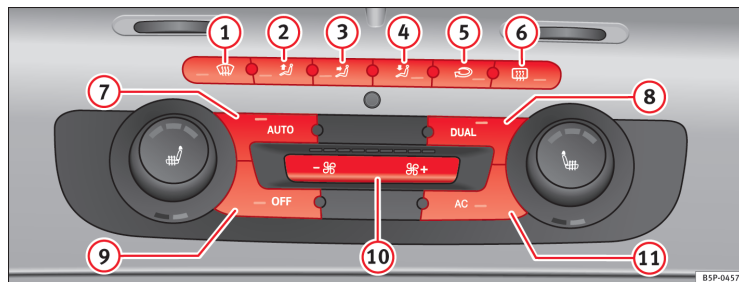

Fig. 110 I instrumentpanelet: betjeningsselementer til 2C-Climatronic
- For at vælge den ønskede temperatur i venstre eller højre side af kabinen skal du dreje på kontakterne til temperaturindstilling ⇒ Fig. 110.
- Tryk på knappen  ⇒ Fig. 110. I radioens display vises AUTO High (højt blæsertrin).
- Tryk en gang til på knappen  ⇒ Fig. 110. I radioens display vises AUTO Low (lavt blæsertrin).